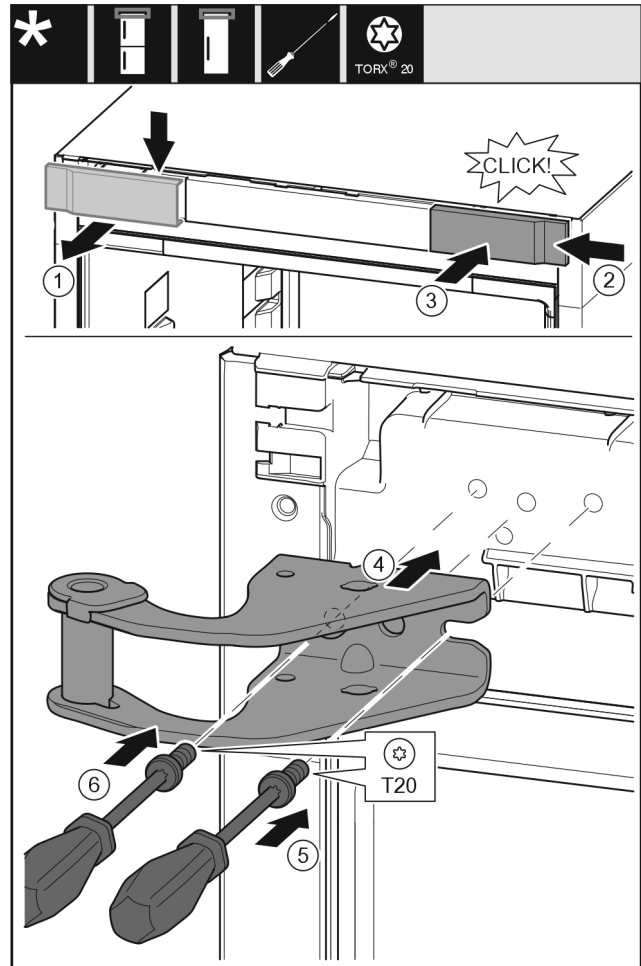

Fig. 12
- ▶ Detașați apărătoarea de sus spre înainte. Fig. 12 (1)
- ▶ Acroșați pe cealaltă parte din dreapta capacul rotit cu 180°. Fig. 12 (2)
- ▶ Fixați în poziție apărătoarea. Fig. 12 (3)
- ▶ Așezați suportul de lagăr superior. Fig. 12 (4)
- ▶ Așezați și înșurubați ferm șurubul cu șurubelnița T20. Fig. 12 (5)
- ▶ Introduceți și înșurubați ferm șurubul cu șurubelnița T20. Fig. 12 (6)